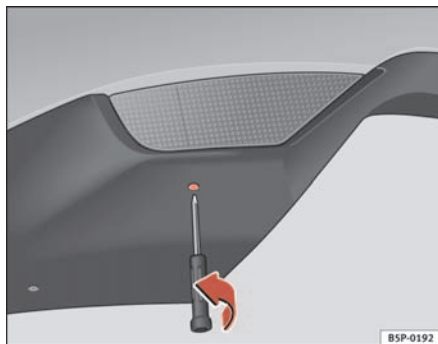

Abb. 185 Ansicht von unten der im Stoßfänger eingebauten Leuchte
- Den Kreuzschlitzschraubenzieher in die Öffnung unten an der Leuchte ansetzen und die Schraube in Pfeilrichtung herausdrehen ⇒ Abb. 185.